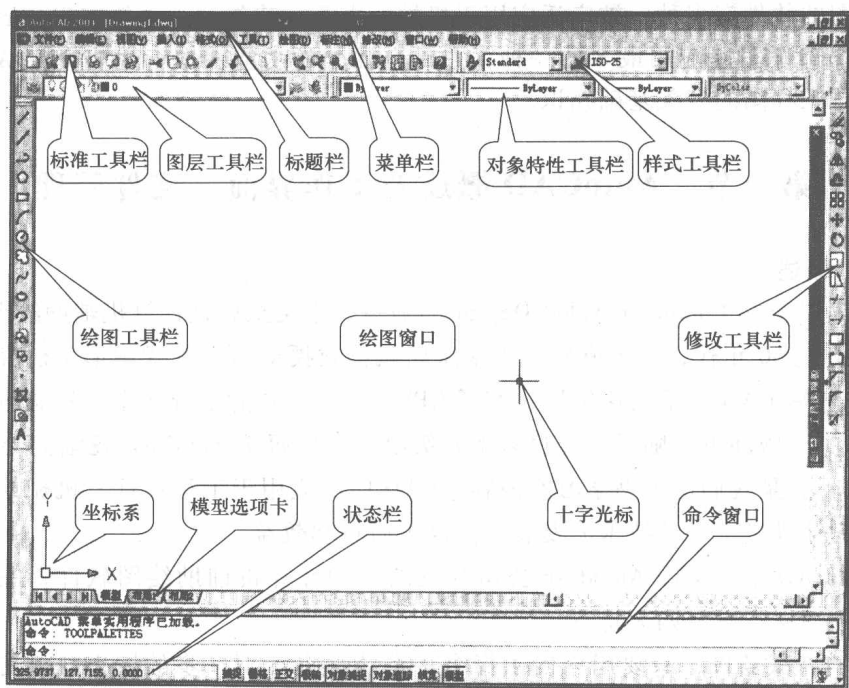

图 1-1 AutoCAD 2004 的工作界面
启动 AutoCAD 后，即进入其工作界面，如图 1-1 所示。
3. 绘图窗口 如图 1-1 中所示, 绘图窗口类似于手工绘图时的图纸。窗口左下方有“模型”和“布局”选项卡。用户可通过单击它们在模型空间和图纸空间之间来回切换。
(2) 工具栏的选取:用右键在空白处点一下,在弹出来的工具菜单中进行上述工具栏的打开操作即可选取工具栏。选取好工具栏,用光标将其移到合适位置。
5. 状态栏 如图 1-1 所示,状态栏在界面最下方,用来显示当前的操作状态。最左边的三组数字显示鼠标光点的 x、y、z 坐标值,右边为八种绘图模式的开关。
6. 命令窗口 如图 1-1 所示,命令窗口也称命令提示区,是人机对话的地方。绘图时,应时刻注意这个区域的提示信息,否则会造成答非所问的错误操作。